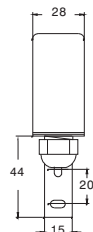

Fig. 4
- retroquadro - con kit fornito separatamente (fig. 4)